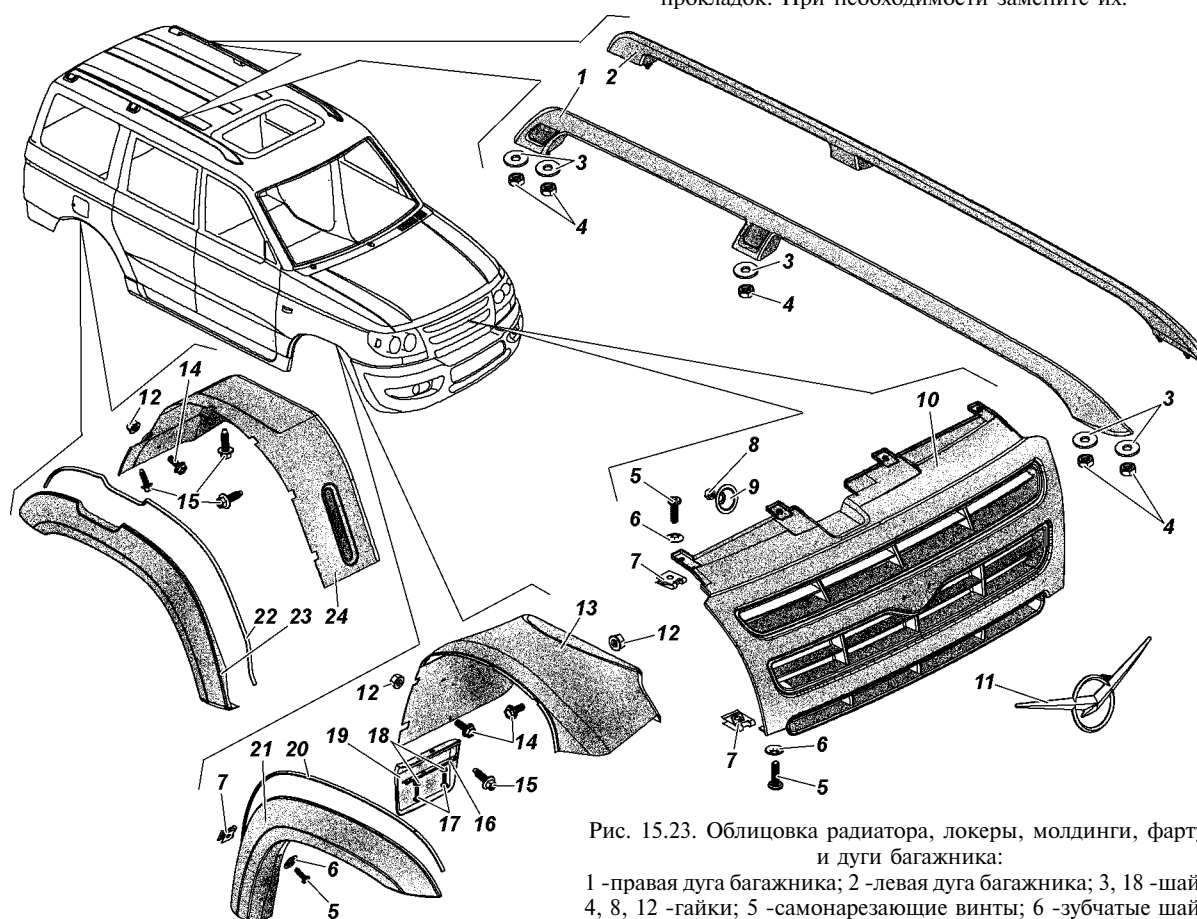

Рис. 15.23. Облицовка радиатора, локры, молдинги, фартуки и дуги багажника:
1. Отверните четыре самонарезающих винта 5 (рис. 15.23) крепления панели 10 облицовки радиатора сверху и два снизу.